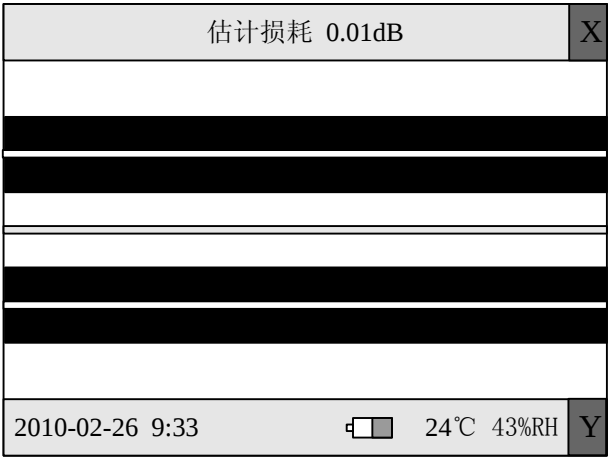

图 7-6 损耗估计界面
- e) 按  键，熔接机完成熔接，并估计接续损耗，如图 7-6、7-7 所示。
- b) 合上防尘罩，熔接机自动完成光纤清洁、间隙调整、调芯、熔接、估计损耗及张力试验等操作。最后的画面如图 7-6、7-7 所示。